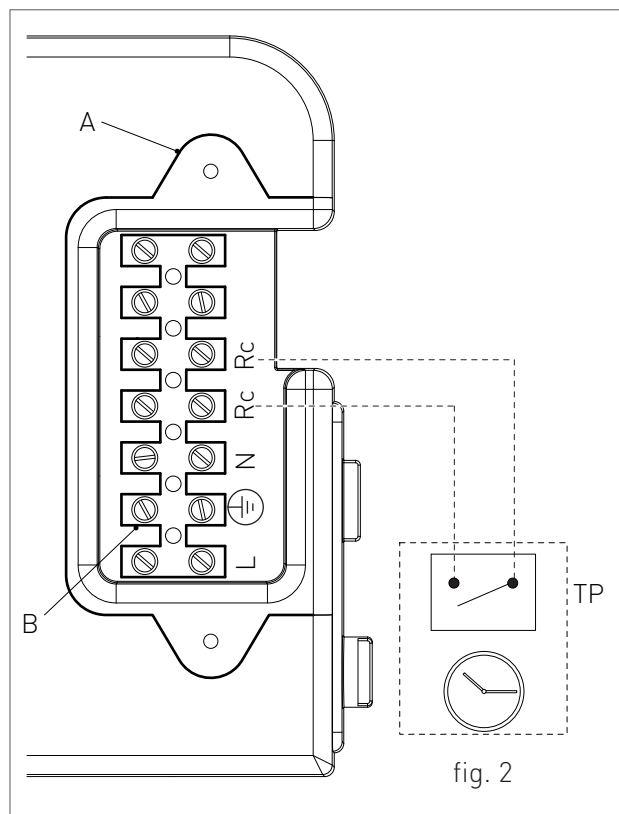

fig. 2
- > rimuovere il mantello frontale dello scaldabagno (vedi capitolo ACCESSO ALLO SCALDABAGNO); svitare le due viti e rimuovere il piastrino "A" (vedi fig. 2).
- > Una volta rimosso il piastrino effettuare i seguenti collegamenti sulla morsettiera "B" (vedi fig. 2).